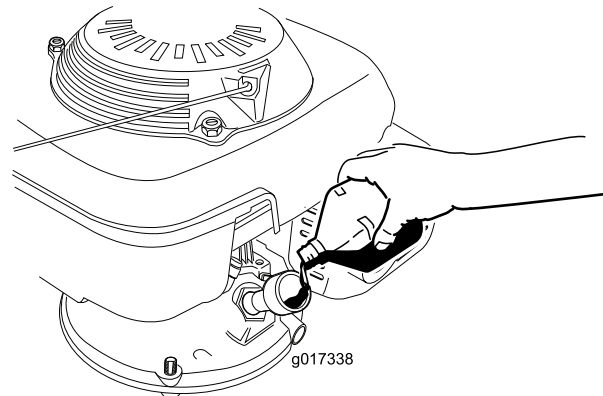

Figure 7
3. Versez **lentement** l'huile par l'orifice de remplissage, attendez 3 minutes puis vérifiez le niveau d'huile sur la jauge, en l'essuyant sur un chiffon propre et en l'insérant dans l'orifice, **mais sans visser** le bouchon (Figure 7).